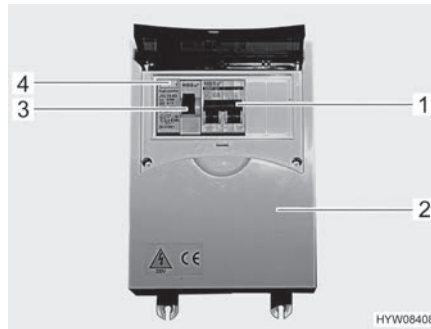

Fig. 155 Caja de fusibles de 230 V con interruptor de protección de línea y RCD (interruptor principal)
- Desconectar el RCD (interruptor principal, Fig. 155,3) en la caja de fusibles (Fig. 155,2).
- Conectar el RCD (interruptor principal, Fig. 155,3) en la caja de fusibles.
- Al estar el vehículo conectado a la alimentación de 230 V, pulsar la tecla de prueba (Fig. 155,4) del RCD (Fig. 155,3) en la caja de fusibles (Fig. 155,2). El RCD debe dispararse.
- Conectar de nuevo el RCD (Fig. 155,3).